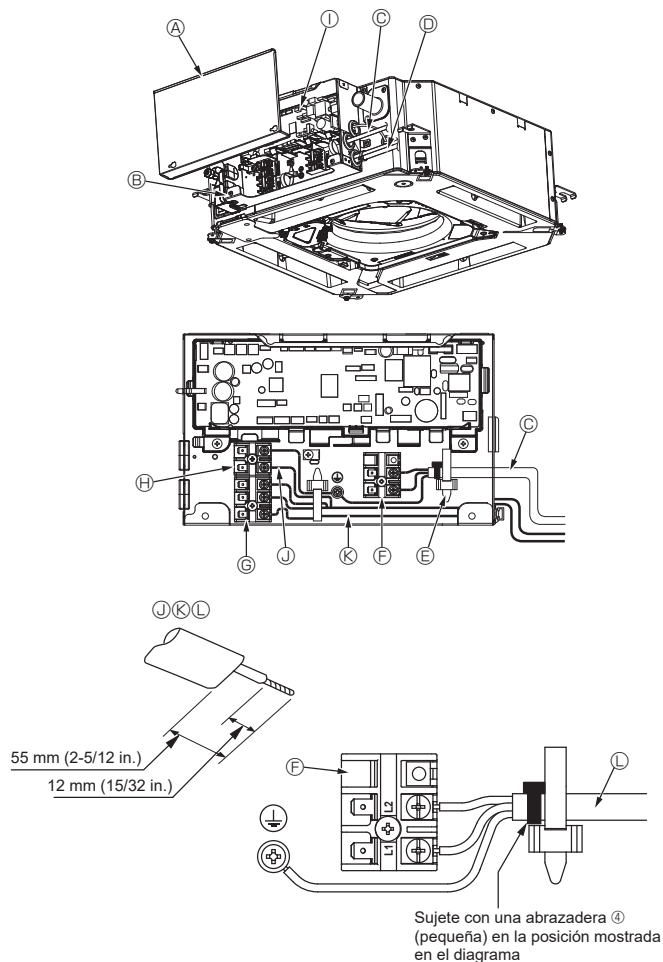
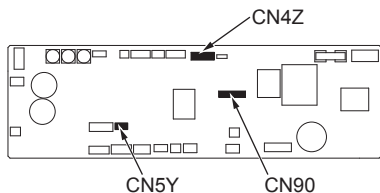
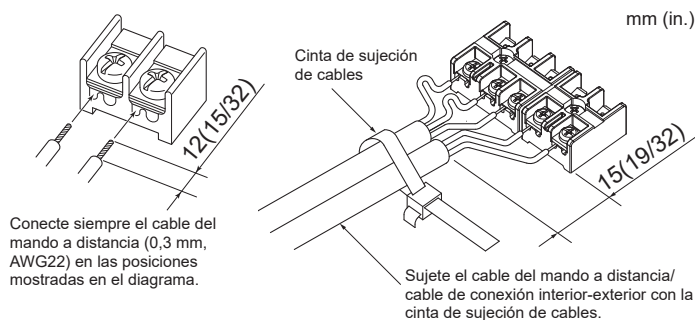

Fig. 4-1
Fig. 4-2
Fig. 4-3
4.2. Unidad interior (Fig. 4-1, Fig. 4-2, Fig. 4-3)